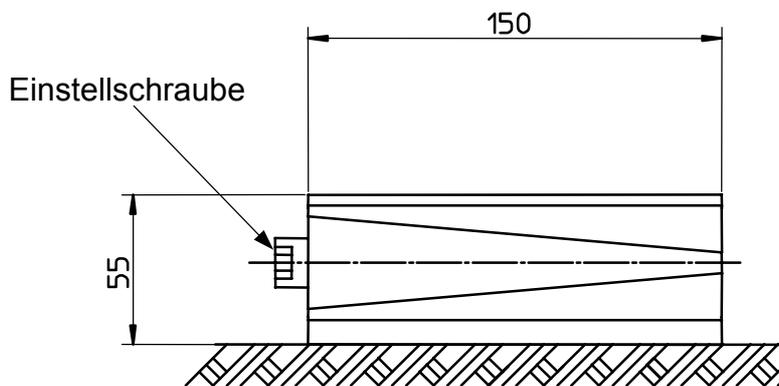

Abb. 2.1.3
- Mit der Einstellschraube (Abb. 2.1.3) die Maschine ausrichten.